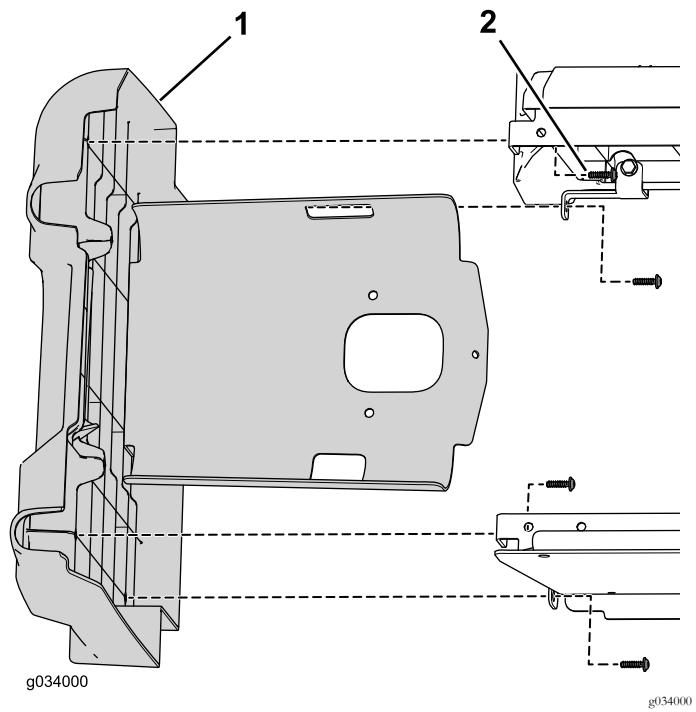
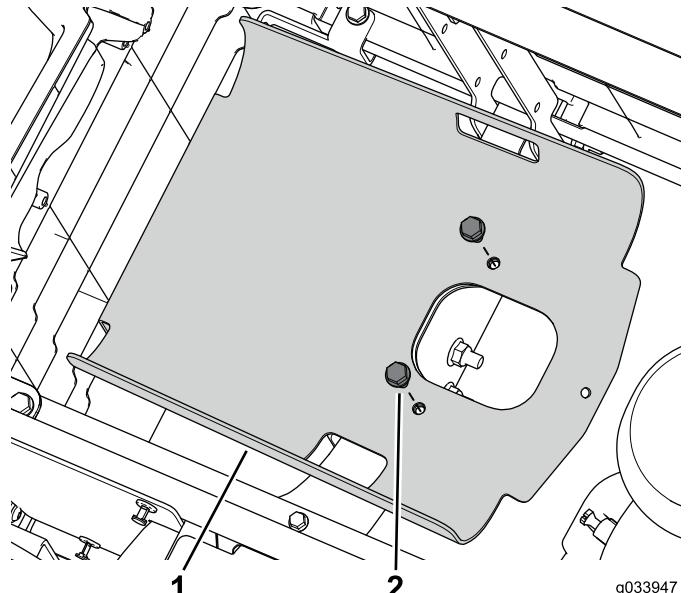

図 46
図 47
4. 車両にもともと付いていた左パネルアセンブリを、後座席ベースパネルに取り付けする元の取り付け具をそのまま使用する図 46と図 47。